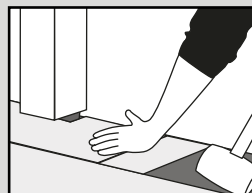

Abb. 7
8. Unter Türrahmen: Wenn die Diele/Fliese nicht angehoben werden kann, verwenden Sie ein angepasstes Schlagholz (oder Reststück) und den Hammer, um die Diele/Fliese flach auf dem Boden vorsichtig zusammenzufügen (Abb. 7).